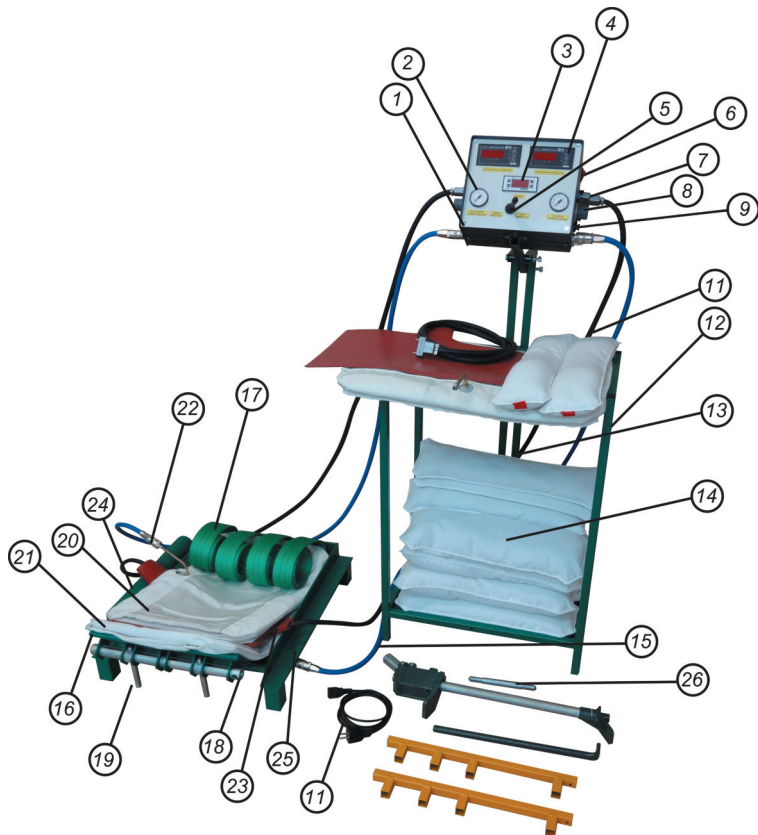

рис. 1
5.2. Собрать вулканизатор согласно Рис.1.
6.1 При ремонте легковых шин установить адаптер (рис. 1 поз. 26) в отверстия на плите основания (рис. 1 поз. 25).
6.5 Закатить подготовленную для ремонта шину на вулканизатор и, вращая шину на ролике (рис. 1 поз. 24), установить место ремонта по центру клавиши (рис. 1 поз. 16).